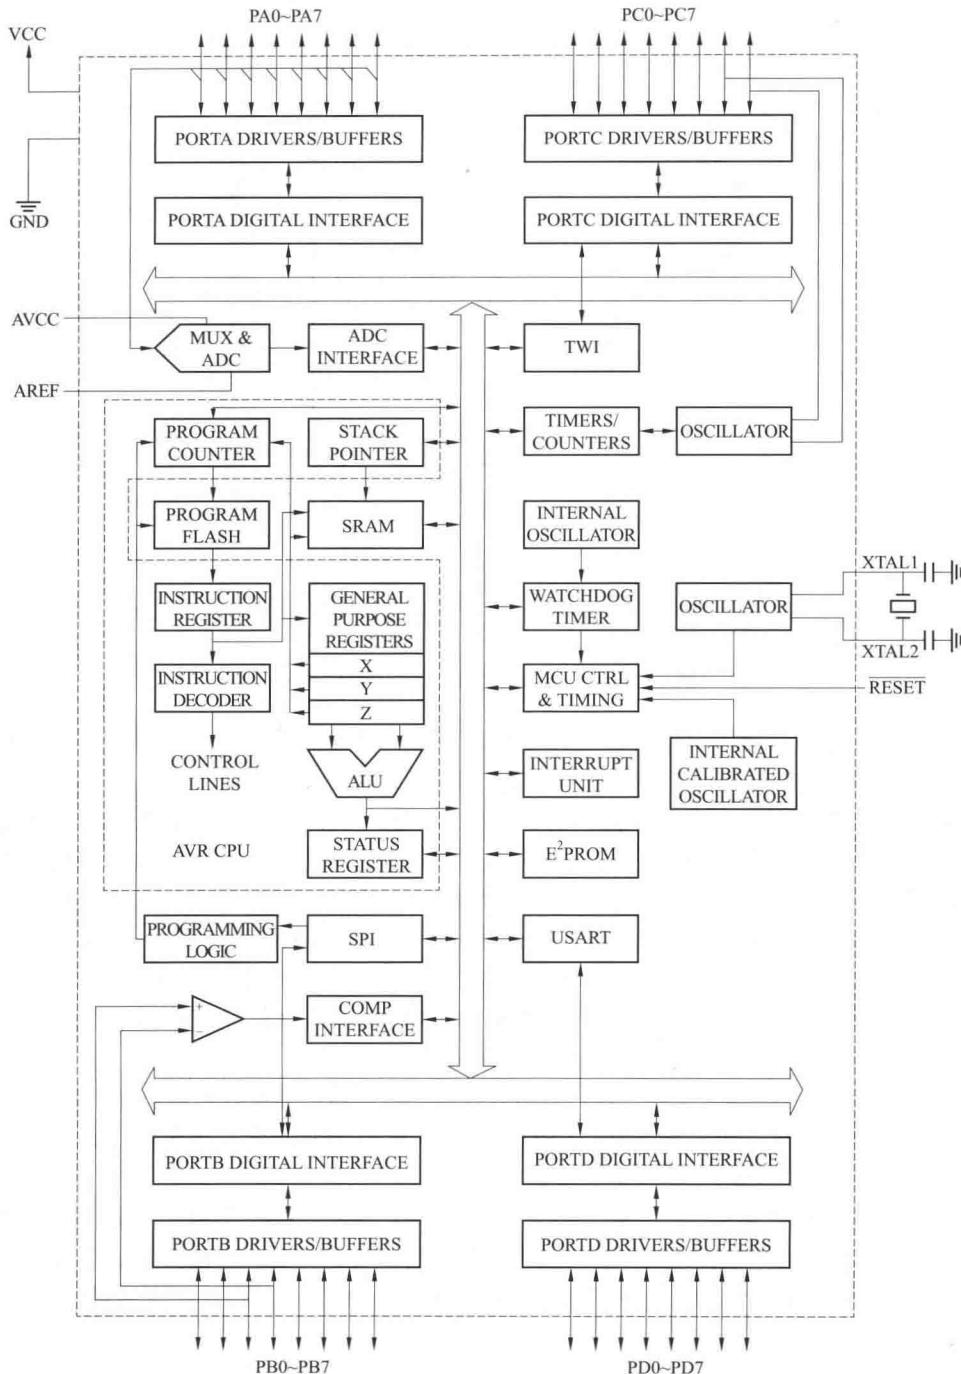

图 1-2 单片机内部结构图
(1) 内部结构框图。Atmega16 单片机结构中包含运算器、控制器、片内存储器、4 个 I/O 口、定时器/计数器、中断系统、振荡器等功能部件，如图 1-2 所示。
(2) 单片机微处理器。单片机微处理器又称 CPU，是计算机的运算控制中心，由运算器和控制器及中断控制电路等几部分组成。CPU 字长有 4 位、8 位、16 位和 32 位之分，字长越长运算速度越快，数据处理能力也越强。8051 单片机的 CPU 字长为 8 位。